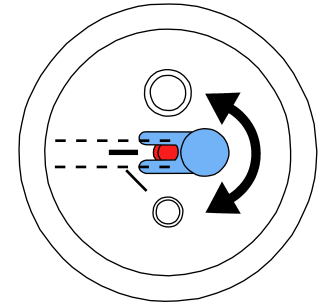

图 17
- 定量喷嘴必须用 25 - 70 μm 砂罐来调整（图 17）！